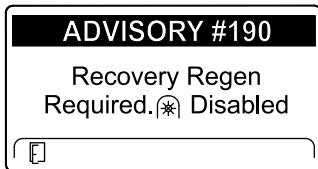

Figura 56
- É necessária uma regeneração de recuperação – tomada de força desativada Aviso N.º 190 (Figura 56)